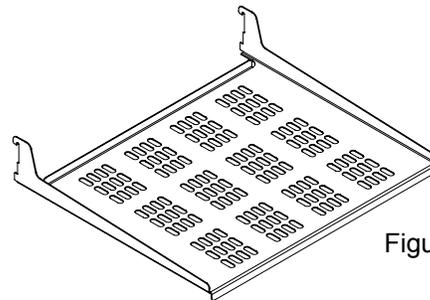

Figure 17
(2) étagères métalliques perforées en porte-à-faux (Voyez la Figure 17).